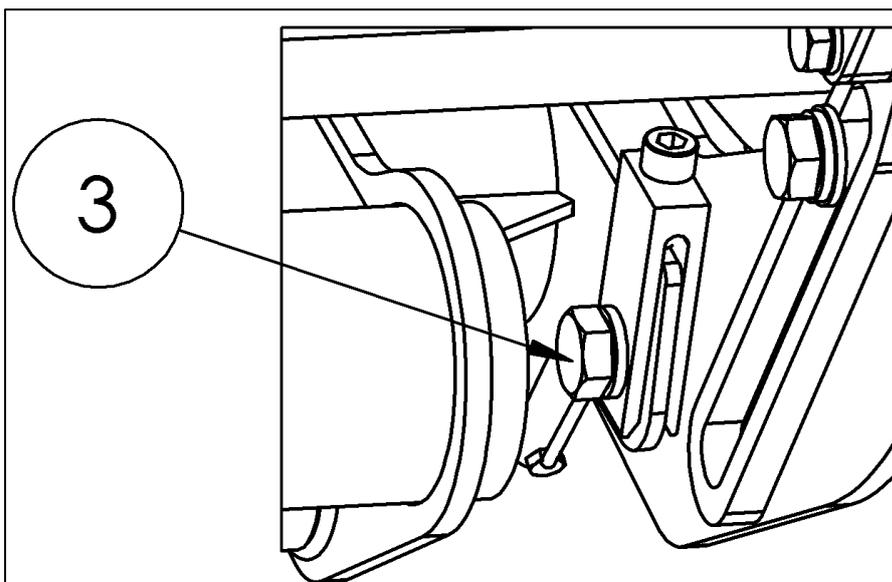

Fig. 72
- Cuando termine de ajustar, apriete el perno (3) para asegurar la barra de torsión a 115 Nm (ver tabla de torque y vea Fig. 72).